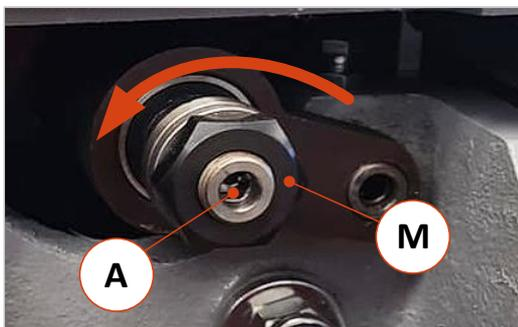

Abbildung 33: Vorritzsägewelle-Spannmutter lösen
- Fixieren Sie die Vorritzsägewelle (A) mit einem SW 8 Stiftschlüssel und lösen Sie gleichzeitig die Spannmutter (M) mit einem SW 36 Maulschlüssel durch Drehen in Pfeilrichtung, siehe ⇒ Abbildung 33 (Rechtsgewinde!)
- Reinigen Sie die Kontaktflächen der Spannmutter (M), des Druckflansches (F) sowie der Vorritzsägewelle und überprüfen Sie alle Teile auf Beschädigungen, Verbiegungen und scharfe Kanten. Alle Kontaktflächen müssen sauber und in einwandfreiem Zustand sein.
- Reinigen Sie auch die Kontaktflächen des Vorritzsägeblattes (B), bevor Sie es montieren und setzen Sie das Vorritzsägeblatt und danach den Druckflansch auf die Welle auf.